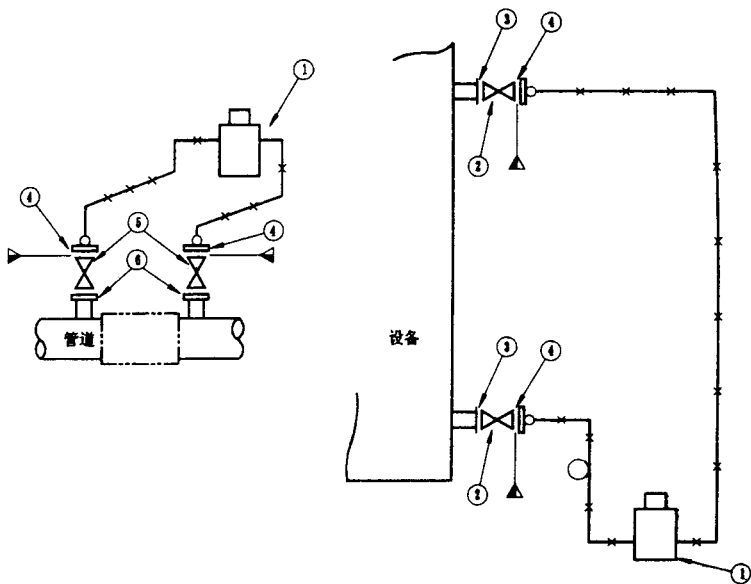

图 2.0.2-9 差压型液位计(双法兰式)
2. 如果使用冲洗环,则应与图 2.0.2-8(差压型液位计)相同。